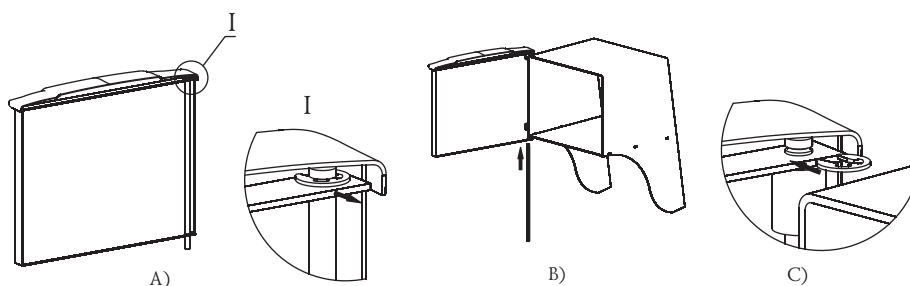

Bild 9. Türanbringen bei der Ofenmontage «Tunguska»
1. Zuerst die schnell trennbare Druckscheibe abzunehmen und die Achse aus der Tür auszuziehen, Bild 9.a;
3. Stecken Sie die Achse mit einer Vertiefung im oberen Achsenteil für die Scheibe durch die Öffnungen von unten nach oben hinein, Bild 9.b;
4. Stellen Sie die schnell trennbare Druckscheibe in die Vertiefung an der Achse, Bild 9.c